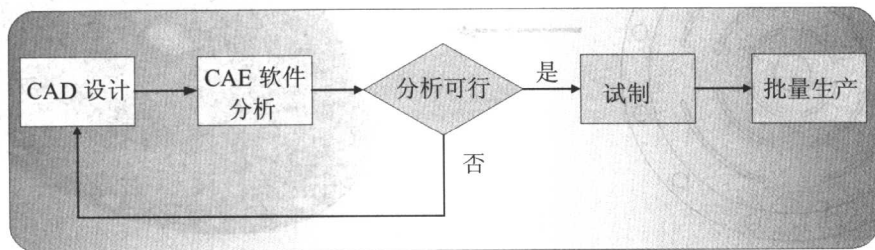

图 1.3
(2) CAE(Computer Aided Engineering): 是计算机辅助分析的意思,把由 CAD 设计或创建好的模型,藉由计算机辅助分析软件仿真设计成品的一些性质,例如结构强度的力学分析、热传导效能分析或流体力学上的分析等,利用这些分析结果事先对原设计加以修正,以节省设计变更的次数及开发时间,更可减少试作原型的投资浪费,如图 1.3 所示。